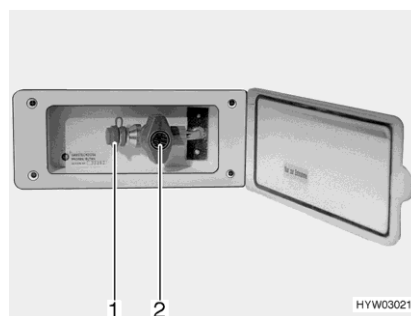

Fig. 128 Raccordement externe de gaz (robinet d'arrêt de gaz fermé)
- Raccorder l'appareil à gaz externe sur le raccord (Fig. 128,1).
- Ouvrir le robinet d'arrêt de gaz (Fig. 128,2).